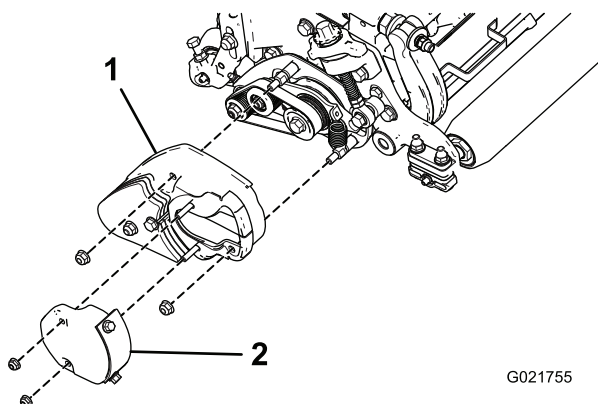

Bild 15
31. Entfernen Sie die Abdeckung von der Groomerabdeckung (Bild 15).
32. Montieren Sie die Groomerabdeckung und befestigen Sie diese mit zwei Bundmuttern (5/16"), siehe Bild 15.
33. Befestigen Sie die Abdeckung mit den vorher entfernten Befestigungen an der Groomerabdeckung (Bild 15).